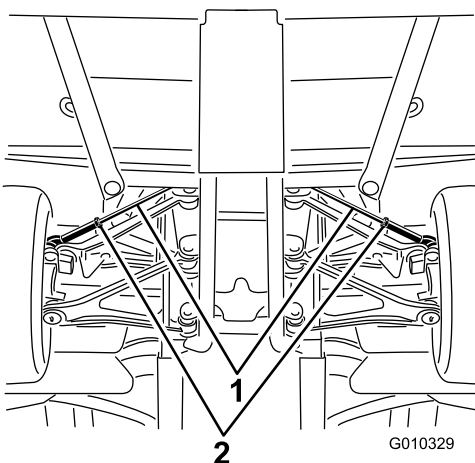

**Figure 54**
2. Mesurez l'entraxe (à hauteur d'essieu) à l'avant et à l'arrière des roues directrices (Figure 54). Vous devez obtenir  $0 \pm 3$  mm à l'avant du pneu puis à l'arrière du pneu. Tournez les roues à 90 degrés et mesurez à nouveau.